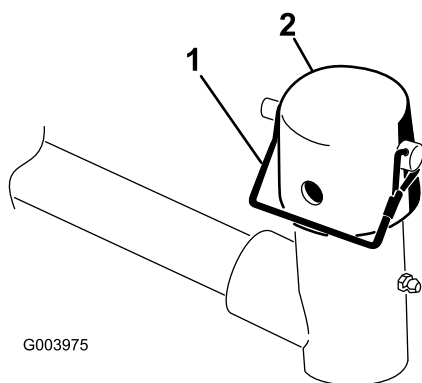

図 6
7. 昇降アームのピボットヨークからスナッパピンとキャップを取る(図 6)。
11. スナップピンを使って、キャップとキャリアフレームのシャフトとを昇降アームのヨークに固定する。カッティングユニットをステアリングモードで使う場合はスロットを使い、固定モードで使用する場合には、穴を使う（図 6）。